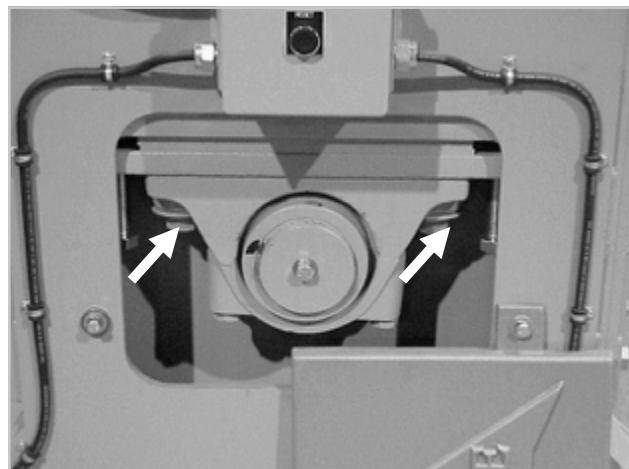

Figure 69
Étape 2. Retirer le protège coussinet et desserrer les boulons sur le coussinet (Figure 69).
Étape 5. Desserrer les boulons d'écartement et serrer les boulons sur le coussinet (Figure 69).